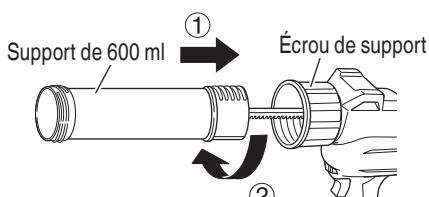

Fig. 14
- (3) Fixez la poignée de crémaillère à la crémaillère à l'aide de la vis.
(4) Fixez le support de 600 ml en l'insérant dans l'écrou du support et en le tournant dans le sens de la flèche jusqu'à ce qu'il fasse contact. (Fig. 14)